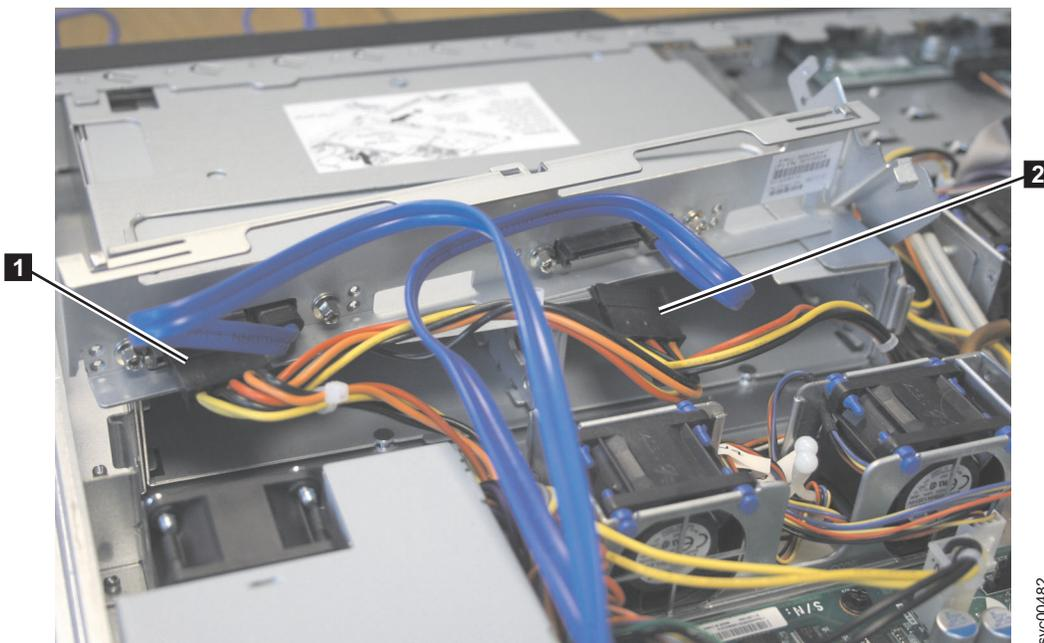

図 275. SAN ボリューム・コントローラー 2145-8A4 電源装置のコネクタ
9. 図 275 に示すように、電源コネクタ P1 **1** と P6 **2** を取り外します。